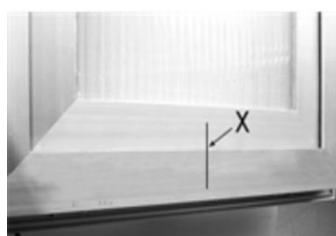

Рисунок 2
- Начертите карандашом среднюю линию "X" оконного блока (Рис.2) или разделите его на равные части в случае монтажа нескольких приводов SYNCRO.